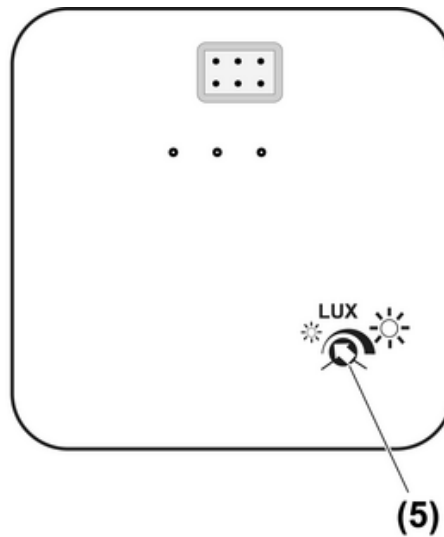

Figure 2: À l'arrière de la garniture : sélecteur de la valeur seuil de luminosité
Le sélecteur (5) à l'arrière de la garniture (figure 2) permet de régler la valeur seuil de luminosité dans une plage comprise entre env. 5 000 Lux « Ensoleillement faible » et env. 80 000 Lux « Ensoleillement fort ». En usine, le sélecteur est réglé à environ 15 000 Lux.